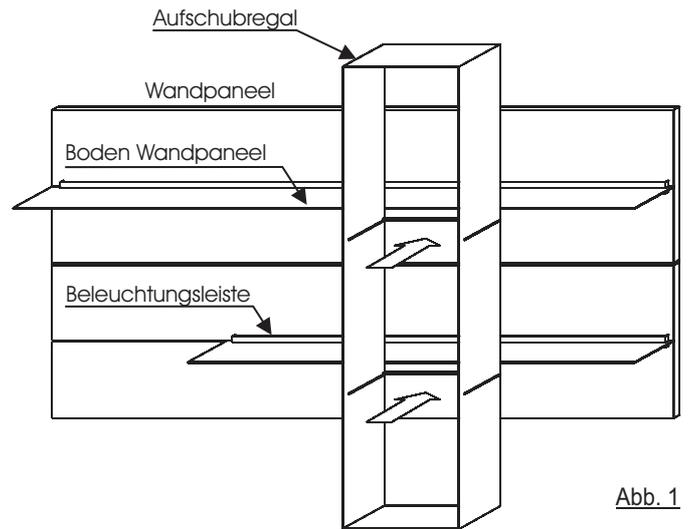

Abb. 1
2. Entfernen Sie die Verpackung vom Aufschubregal. Schieben Sie das Element vorsichtig und langsam auf die Böden des Wandpaneels. Achten Sie darauf, dass beim Aufschieben keine Beschädigungen auf die Böden entstehen. (Abb. 1)
1. Setzen Sie die Paneelrückwand mit den Ausklinkungen voran in die Aussparungen der Tischplatte. Achten Sie darauf, dass die Riffholzseite der Rückwand zur Schreibtischfläche gerichtet ist. (Abb.:1)